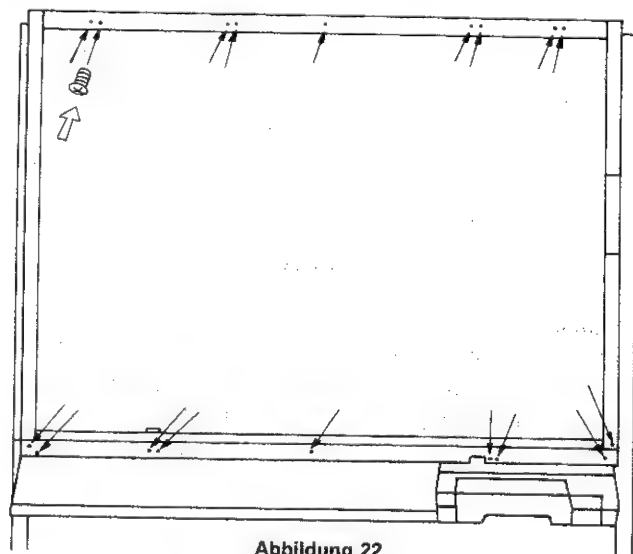

Abbildung 22
- (2) Die neun Schrauben an der Unterseite der Tafel abschrauben. (Abbildung 22)